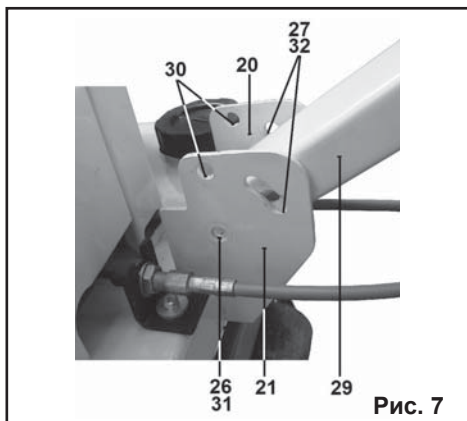
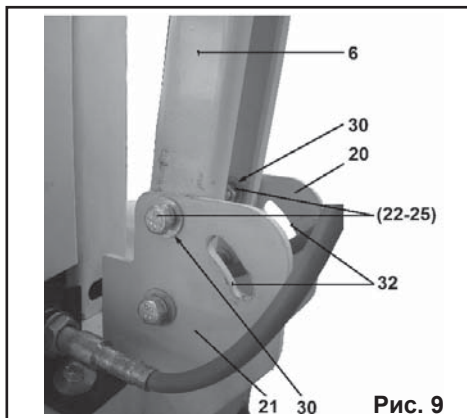

Рис. 7
Рис. 9
7.2.2 Ослабьте гайки (25) в отверстиях (26, 31) (Рис. 7).
7.2.3 Совместите отверстия (26) кронштейна рукоятки управления (29) с отверстиями (30) кронштейнов (20, 21), повернув рукоятку управления вокруг оси отверстий (26, 31) (Рис. 7). Зафиксируйте положение деталями крепления (22-25) (Рис. 9, 10).